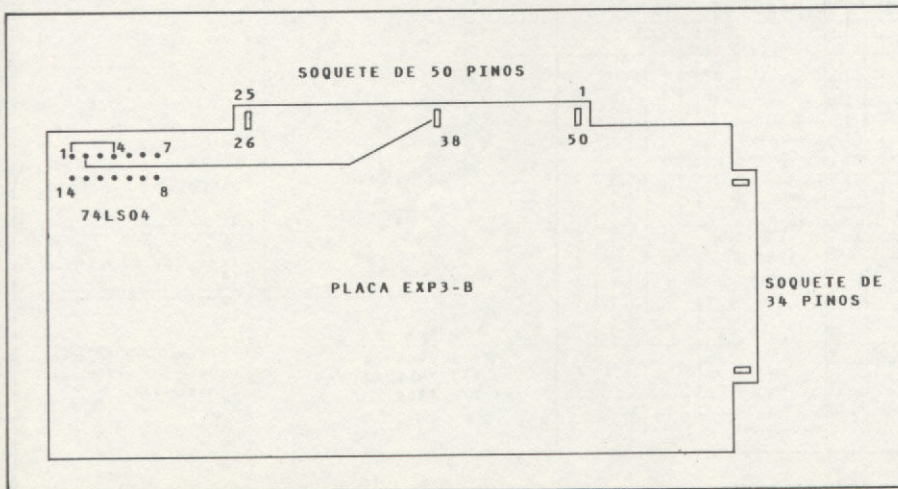

Figura 4 - Placa da interface EXP3-B vista por baixo
- Figura 4 – placa da interface EXP3-B vista por baixo (lado da solda);
Observando a figura 4, identifique o integrado 74LS04 e, pelo lado da solda, faça as seguintes ligações: